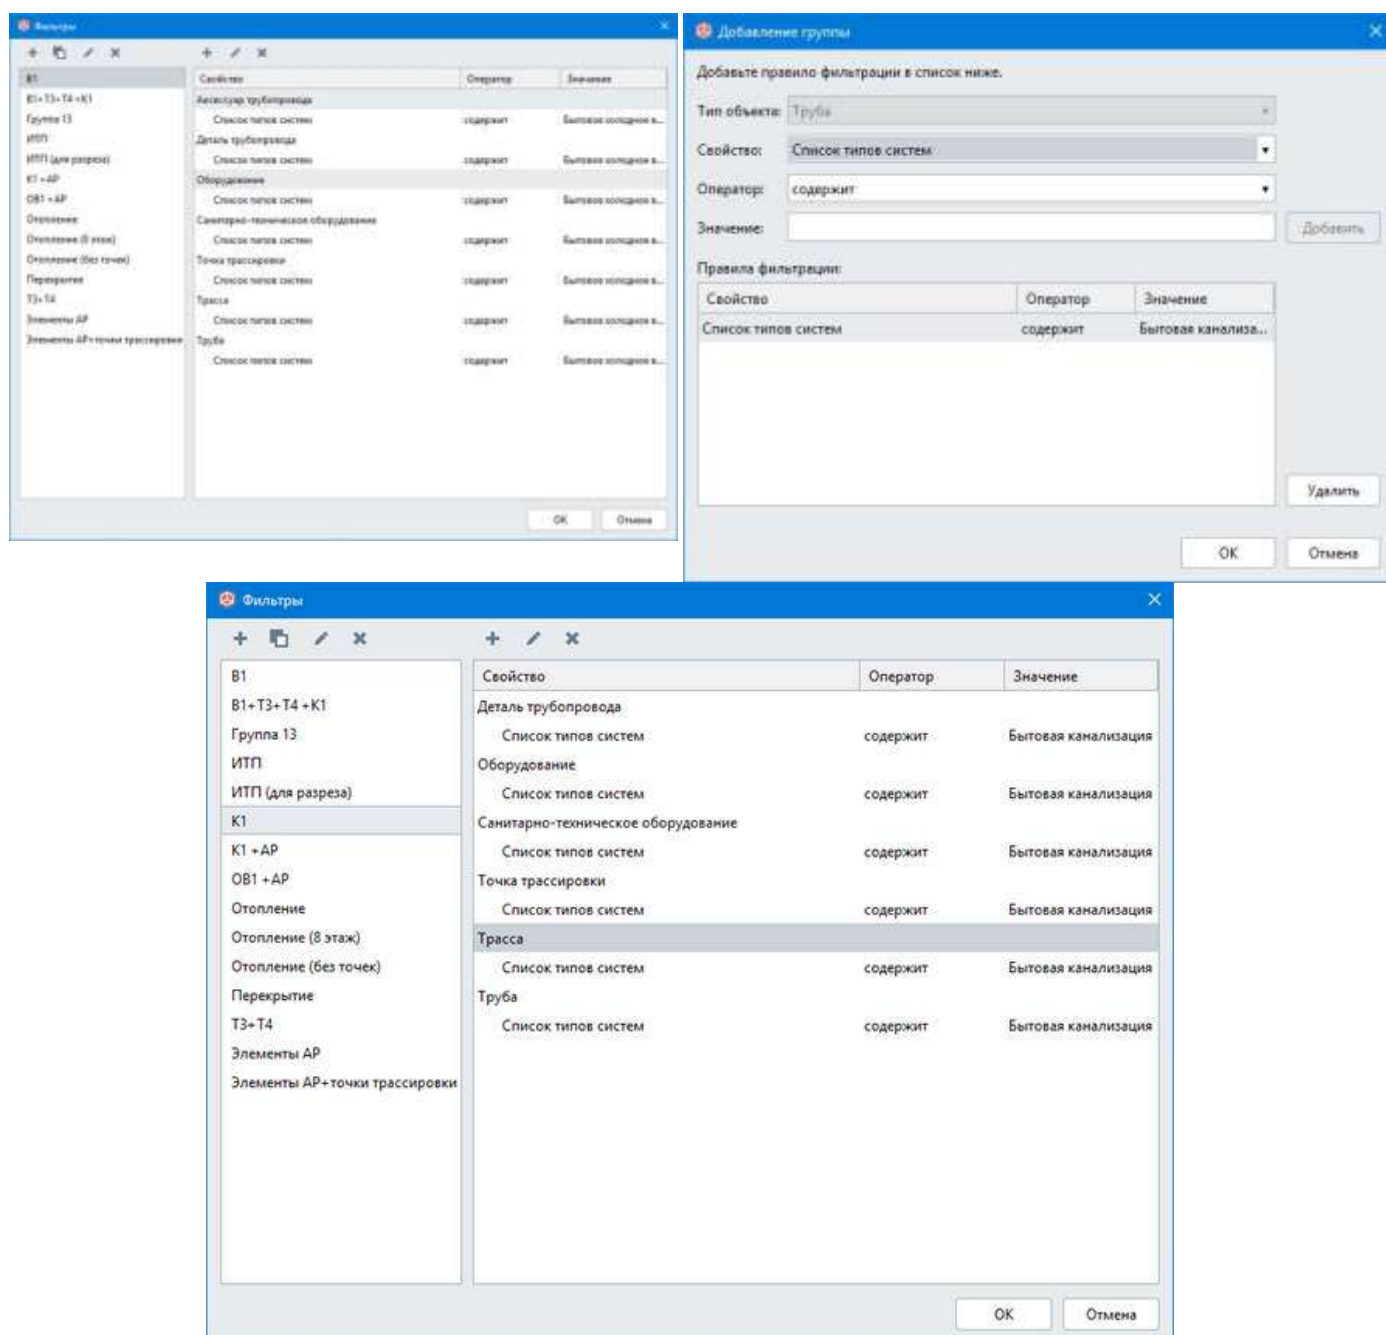

Рисунок 6.9 – Настройка фильтров
9.Расставляем краны, обратный клапан, фильтр и пр, рис.6.9
10. Создаем новый фильтр. Стили – фильтры, рис.6.9